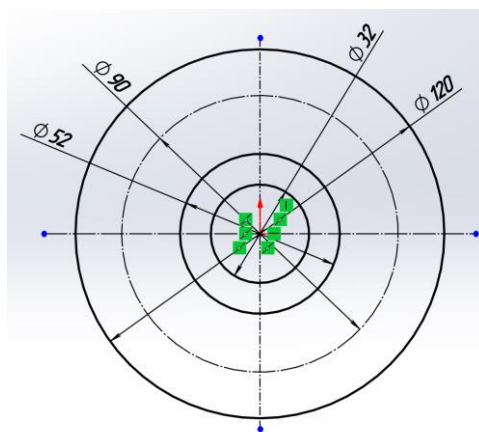

Рис. 16
6. Проставляємо необхідні розміри (рис. 16).